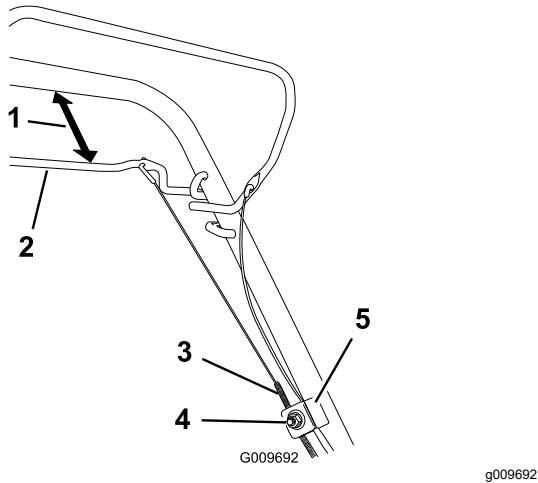

Figura 23
1. Allentate il dado del supporto cavo (Figura 23).
2. Mantenete la barra della trazione automatica a una distanza compresa tra 25 e 38 mm dalla stegola (Figura 23).
3. Abbassate la guaina del cavo (verso la macchina) fino a tendere il cavo (Figura 23).